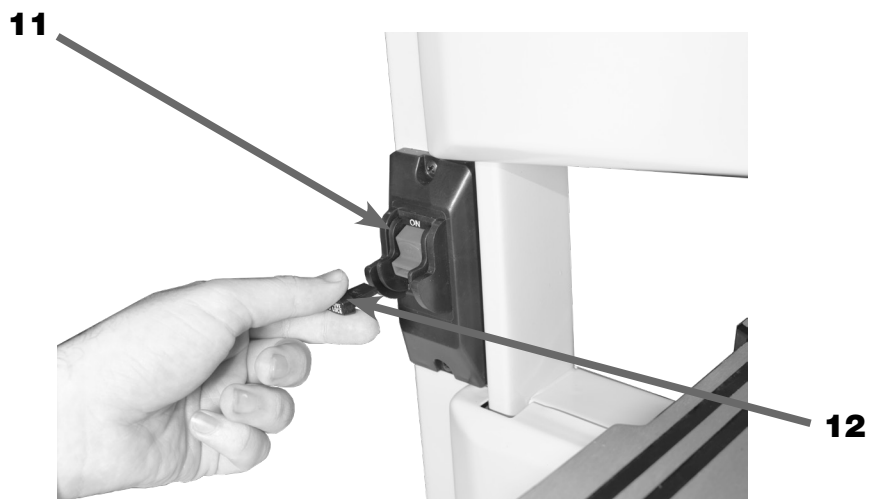

FIGURA 13 – Remoção da Palheta de Segurança da Chave LIGA/DESLIGA
1. DESCONECTAR o Plugue de Alimentação (31) da Rede Elétrica do usuário;
2. REMOVER a Palheta de Segurança (12) da Chave LIGA/DESLIGA (11), conforme figura 13;